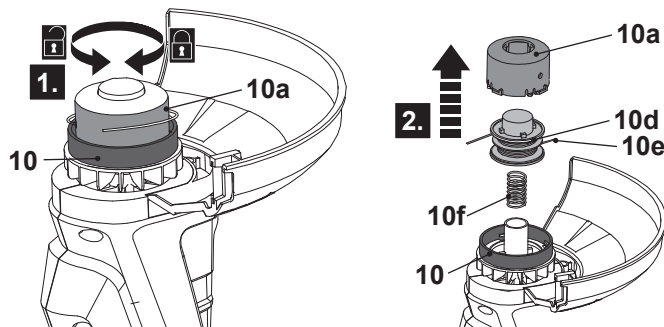

Fig. 14
1. Dé la vuelta al producto para acceder al cabezal de corte (10).
2. Sujete el cabezal de corte (10) con una mano y, con la otra, afloje la carcasa (10a) en sentido contrario a las agujas del reloj y retírela (Fig. 14, paso 1).
3. Retire el carrete de corte (10d) y el muelle (10f) del cabezal de corte (10) (Fig. 14, paso 2).